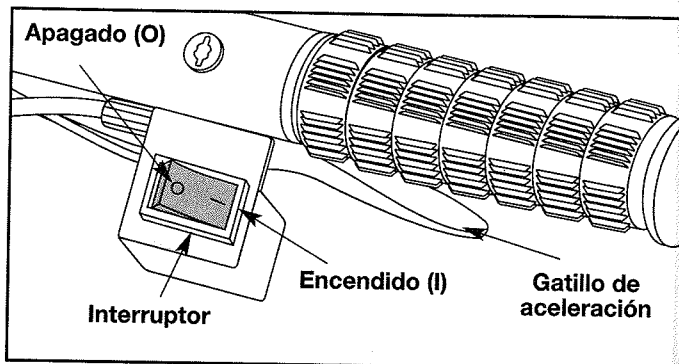
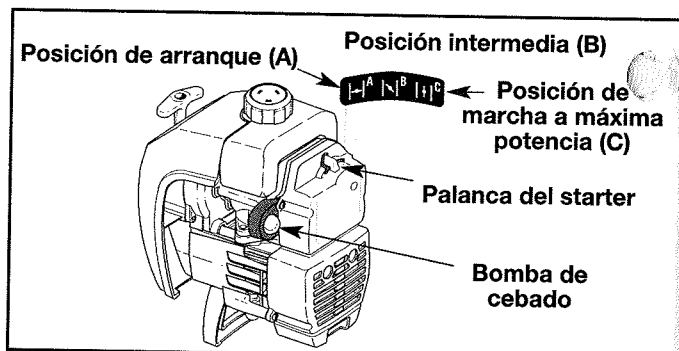

Fig. 15
Fig. 16
2. Coloque el interruptor en posición de Encendido [I] (Fig. 15).
3. Presione y suelte entre 5 y 7 veces la bomba de cebado, lentamente y a fondo. El combustible debe aparecer en la bomba (Fig. 16). Si aún no ha penetrado en la bomba, presione tres veces más o hasta que llegue.
4. Coloque la palanca del starter en posición de arranque (A) (Fig. 16).
6. Coloque la palanca del starter en posición intermedia (B) (Fig. 16).
9. Presione el gatillo de aceleración para calentar el motor durante 10 segundos. Coloque la palanca del starter en posición de marcha a máxima potencia (C) (Fig. 16).
**NOTA:** No es necesario utilizar el starter para arrancar un motor caliente. Coloque el interruptor en posición de Encendido [I] (Fig. 15) y arranque en posición intermedia (B) (Fig. 16).
2. Coloque el interruptor en posición de Apagado [O] (Fig. 15).